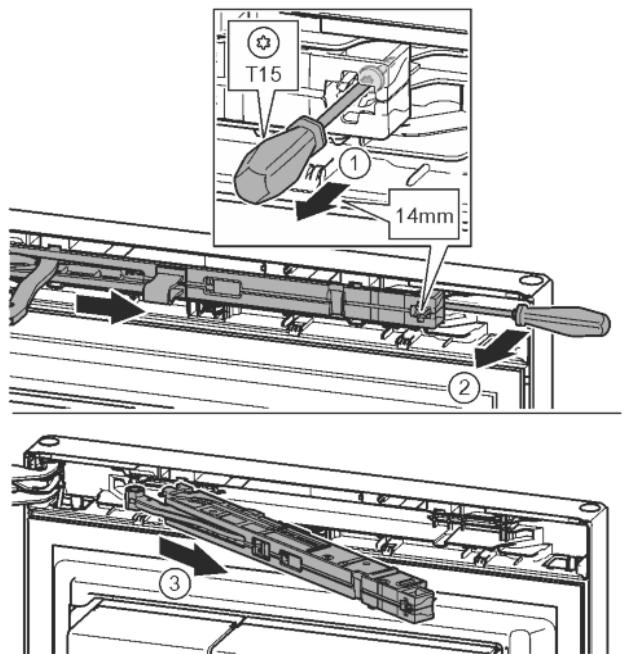

Fig. 10
- Ослабить винт на узле амортизатора с помощью отвертки T15 примерно на 14 мм. Fig. 10 (1)
- Отверткой со стороны ручки переместиться за узел амортизатора и повернуть вперед. Fig. 10 (2)
- Извлечь узел амортизатора. Fig. 10 (3)